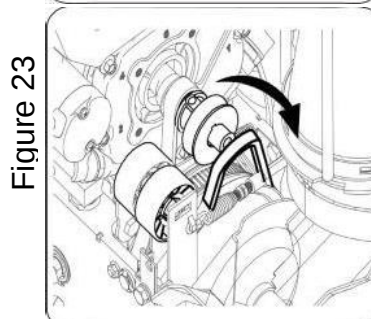

Figure 23
3. Снимите шнековый ремень со шкива двигателя. Fig 23.